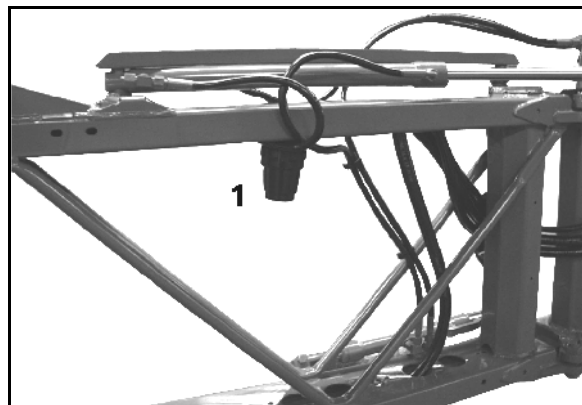

Fig. 160
- Limpe os filtros de tubo (Fig. 160/1) todos os 3 – 4 meses, consoante as condições de aplicação.